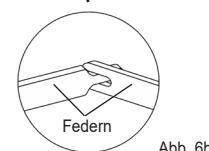

Abb. 6b
- Die Feder muss ineinander greifen (Abb. 6b).